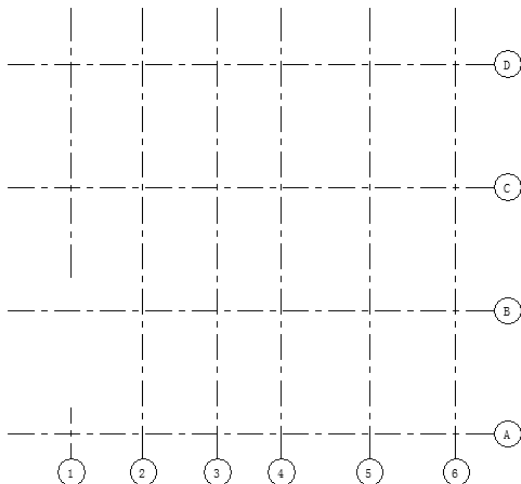

图 4-35 更改轴编号
(4) 采用相同方法更改其他纵向轴线的编号, 结果如图 4-35 所示。